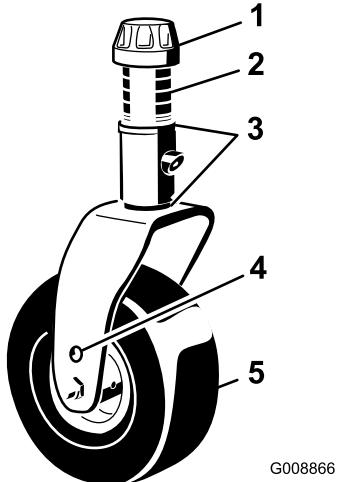

Figure 22
- Installez les cales (comme à l'origine) et les entretoises restantes sur l'arbre (Figure 22).
- Fixez l'ensemble avec le chapeau de tension (Figure 22).